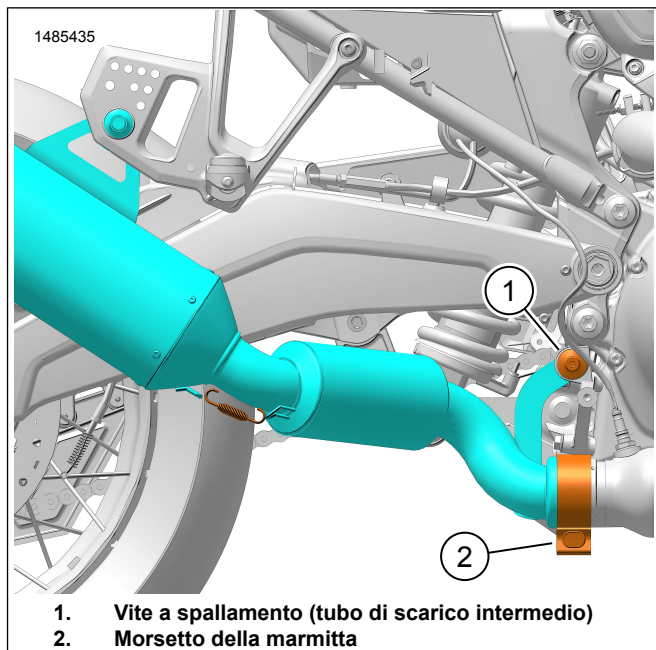

Figura 6. Vite della staffa di installazione
7. Figura 6 Applicare il frenafili sulla vite a spalla del tubo di scarico intermedio (1) che era stata precedentemente rimossa.